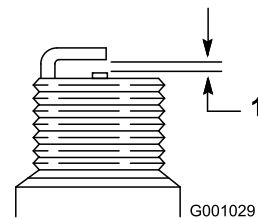

Figura23
4. Setezi spațiul dintre electrozi pe o nouă bujie la 0,76 mm (Figura23).